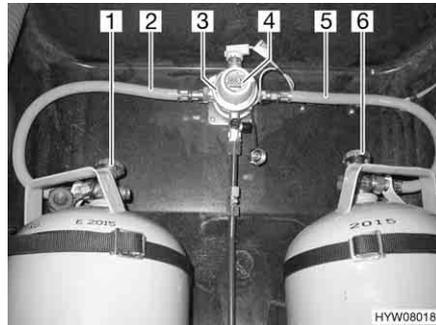
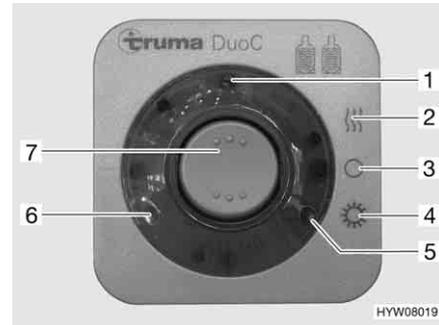

Fig. 147 Instalación de conmutación DuoControl
Fig. 148 Unidad de mando
La instalación de conmutación DuoControl se compone de una válvula selectora (Fig. 147,3) y la unidad de mando (Fig. 148). La válvula selectora está montada entre las gomas del gas (Fig. 147,2 y 5). Con el botón giratorio (Fig. 147,4) en la válvula selectora se puede determinar cuál de las bombonas de gas se utilizará como bombona de servicio y cuál bombona de gas como bombona de reserva.
En la unidad de mando (Fig. 148) únicamente pueden conmutarse las funciones eléctricas. Las llaves de paso principales de las bombonas de gas (Fig. 147,1 y 6) deben abrirse a mano.
La válvula selectora garantiza una presión de gas constante independientemente de cuál sea la bombona de gas que suministre el gas. Las dos luces de control en la unidad de mando indican el nivel de llenado de la bombona de servicio. Al estar encendida la luz de control verde (Fig. 148,6), estará llena la bombona de servicio. Al estar encendida la luz de control roja (Fig. 148,5), estará vacía la bombona de servicio. Entonces, el suministro de gas se realizará a través de la bombona de reserva.
- Abrir las llaves de paso principales en las bombonas de gas (Fig. 147,1 y 6).
- Con el botón giratorio (Fig. 147,4) en la válvula selectora (Fig. 147,3), seleccionar la bombona de gas de la que habrá de tomarse el gas principalmente (bombona de servicio). Girar el botón giratorio siempre hasta el tope.
- Conectar la instalación de conmutación DuoControl en la unidad de mando (Fig. 148). Para ello, ajustar el interruptor basculante (Fig. 148,7) en modo de invierno "On y calentar" (Fig. 148,2) o en modo de verano "On" (Fig. 148,4). Ahora, estará purgada de aire la válvula selectora. La luz de control amarilla (Fig. 148,1) estará encendida al haber seleccionado el modo de invierno y estando conectado el deshelador de regulador.
- Poner el interruptor basculante (Fig. 148,7) en "O" (Fig. 148,3). La luz de control amarilla (Fig. 148,1) se apaga.
- Cerrar las llaves de paso principales en las bombonas de gas (Fig. 147,1 y 6).
**Indicación a distancia** Las luces de control en la unidad de mando (Fig. 148,5 y 6) señalizan en el interior del vehículo si la bombona de servicio está dispuesta para el funcionamiento.
**Cambio de bombonas de gas** En caso de que luz de control verde (Fig. 148,6) se apague durante el servicio y se encienda la luz de control roja (Fig. 148,5), estará vacía la bombona de gas seleccionada como bombona de servicio y deberá ser cambiada. La bombona de reserva seguirá suministrando gas a los consumidores de gas.